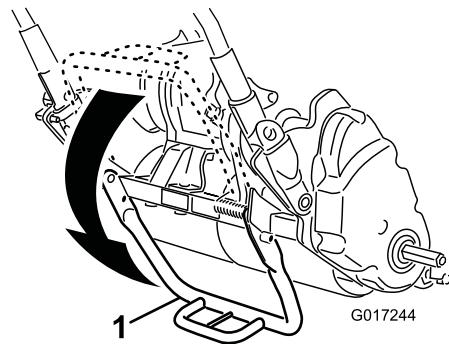

Figura 19
1. Con il piede, abbassate il cavalletto, quindi alzate il sostegno della stegola finché il cavalletto non gira in avanti, sopra il centro (Figura 19).